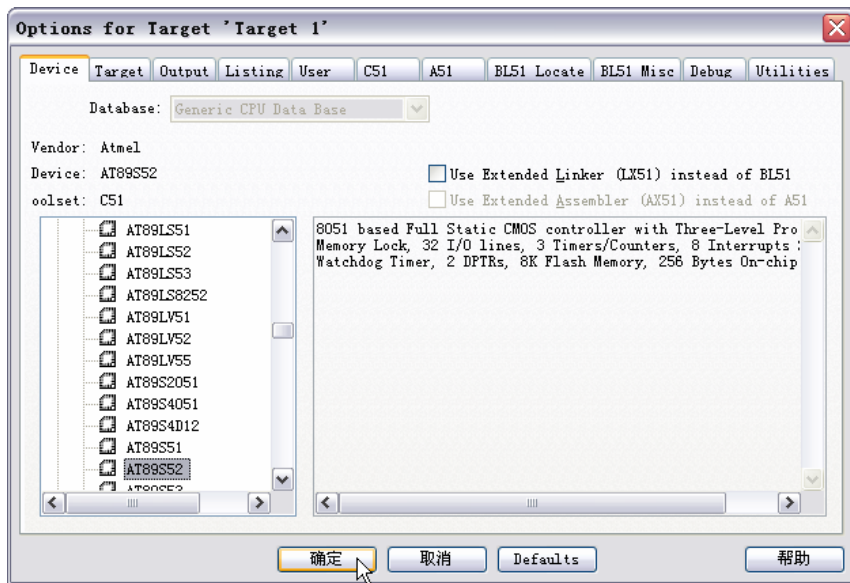

图 4.2
4) 紧接着弹出“Options for Target ‘Target 1’”。要求你为刚才的项目选择一个 CPU，我们选择 ATMEL 公司的 AT89S52。选择 AT89S52 后，右边一栏是对该单片机的基本说明，然后点击确定。见图 4.2。